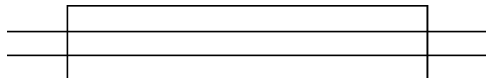

图 15-77 偏移水平直线
(4) 单击“默认”选项卡“修改”面板中的“偏移”按钮, 将拉伸后的水平直线向下偏移2, 如图15-77所示。